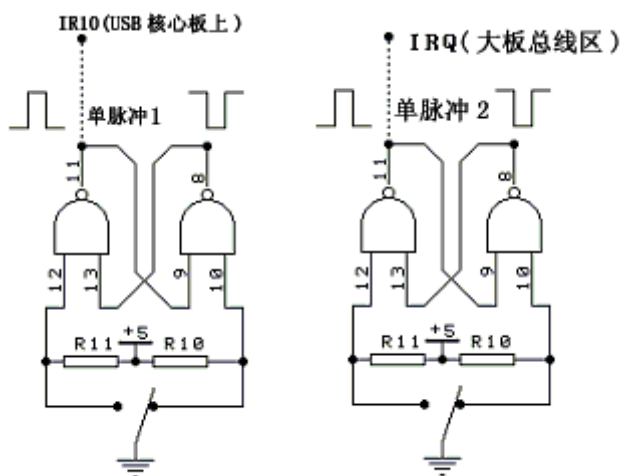

图4-12-1
1)、中断IRQ3实验，实验电路如图4-12-1，直接用手动产生单脉冲2作为中断请求信号（只需连接一根导线）。要求每按一次开关产生一次中断，在屏幕上显示一次“TPCA Interrupt!”，中断10次后程序退出。
2)、中断IRQ10实验，实验电路如图4-12-1，用手动产生单脉冲1作为中断请求信号，每按一次开关产生一次中断，在屏幕上显示一次“ ”，中断10次后退出。
3)、中断嵌套实验，实验电路如图4-12-1，分别用手动产生单脉冲作为中断IRQ3和IRQ10的请求信号，申请中断IRQ3后，进入中断3程序，再申请高级中级IRQ10。